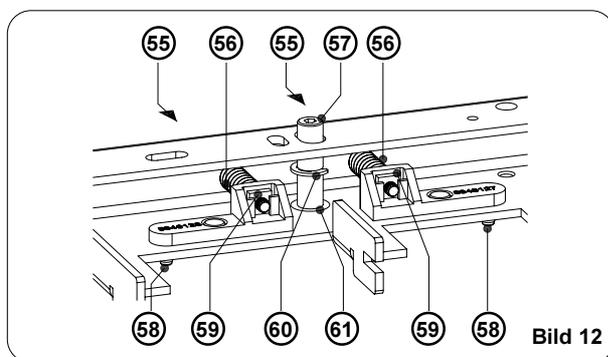

Bild 12
34. Überprüfen Sie beim Einbau des Druckkopfes, dass die Stifte (58 / Bild 12) der Gelenke korrekt in den Bohrungen des Druckkopfes sitzen und der Druckkopf vollflächig an der Druckkopfhalterung anliegt. Andernfalls besteht Gefahr, dass die Kopfbaugruppe beschädigt wird !